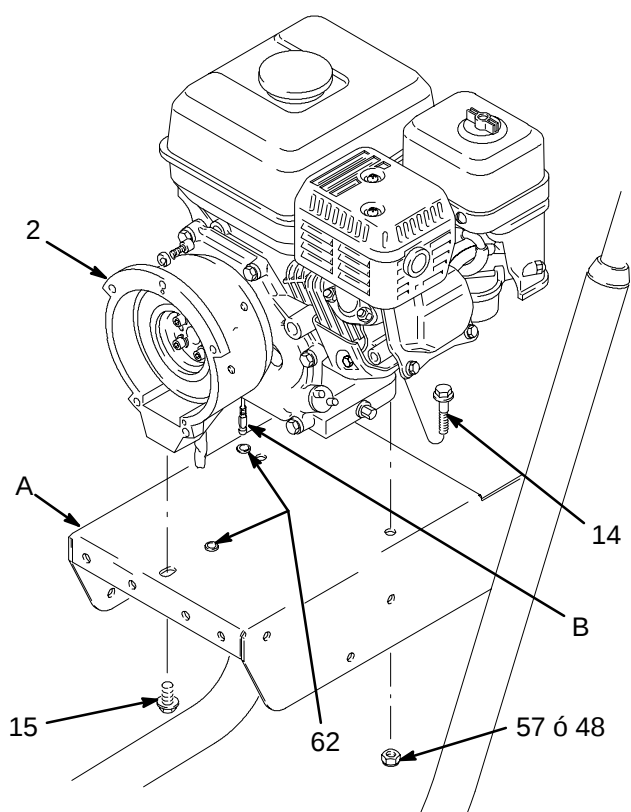

Fig. 17
1. Desde la parte inferior de la placa de montaje (A) del carro, saque el tornillo (15) que sujeta el cárter del embrague (2) al carro. Vea la Fig. 17.
2. Siempre desde la parte inferior de la placa de montaje, saque las dos contratuercas (48 ó 57) y después saque los tornillos (14) de la base del motor. Desconecte el cable rojo (D) del motor (B). Desconecte los cables blanco y negro (29) del inductor. Saque los cables con cuidado a través de las arandelas internas (62) antes de retirar el motor. Vea las Fig. 17 y 18.